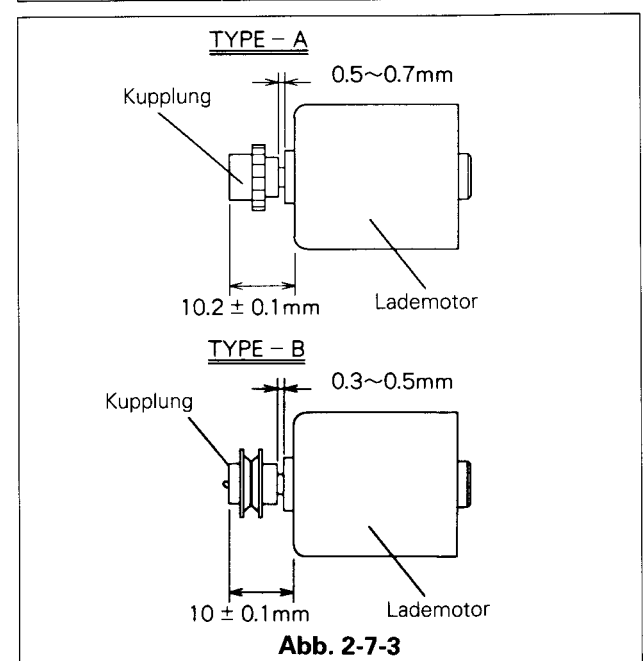

Abb. 2-7-3
- Die Kupplung an dem neuen Motor befestigen. (siehe Abb. 2-7-3)